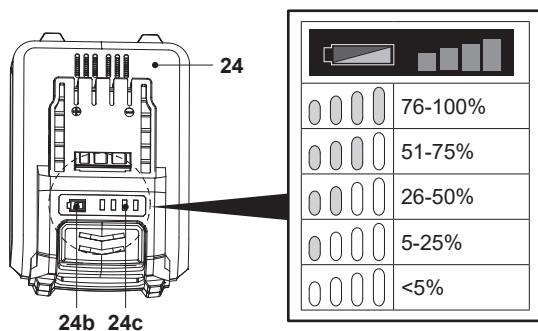

Fig. 10
A bateria (24) está equipada com indicadores da capacidade da bateria (24c) que são utilizados para indicar a capacidade restante da bateria. Prima o botão de capacidade da bateria (24b) para verificar a respetiva capacidade (Fig. 10). Os LED ficam acesos durante cerca de 3 segundos.